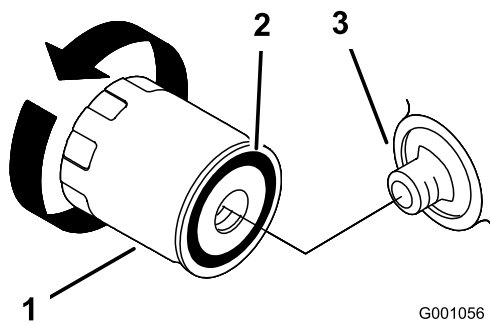

Figure 25
2. Déposez le filtre à huile usagé et essuyez la surface du joint de l'adaptateur (Figure 25).
3. Appliquez une fine couche d'huile neuve sur le joint en caoutchouc du filtre de rechange (Figure 25).
4. Posez le filtre à huile de rechange sur l'adaptateur, tournez le filtre dans le sens horaire jusqu'à ce que le joint en caoutchouc touche l'adaptateur, puis serrez le filtre de 2/3 de tour à 1 tour supplémentaire (Figure 25).